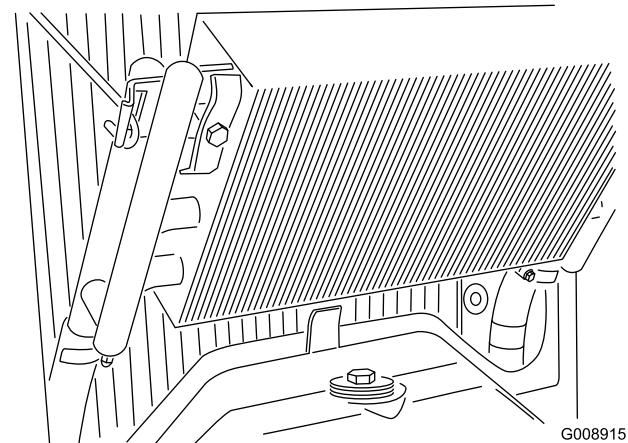

Bild 67
4. Entriegeln Sie den Ölfilter und schwenken ihn nach hinten (Bild 67).